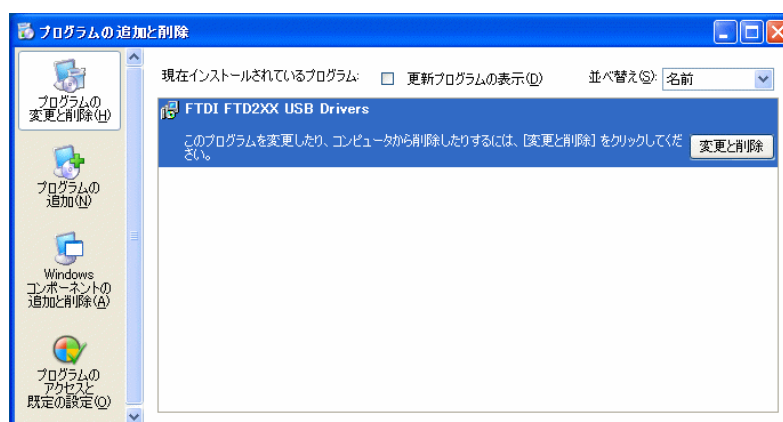

図 20 古いドライバのアンインストール
- 「コントロールパネル」から「アプリケーションの追加と削除」、または「プログラムの追加と削除」を開きます。「FTDI FTD2XX USB Drivers」の項目を選択して削除してください(図 20)。